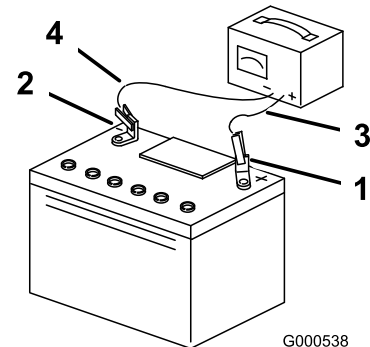

Bild 50
3. Ziehen Sie den Stecker des Ladegeräts aus der Steckdose, wenn die Batterie ganz aufgeladen ist. Klemmen Sie dann die Klemmen des Ladegeräts von den Batteriepolen ab (Bild 50).